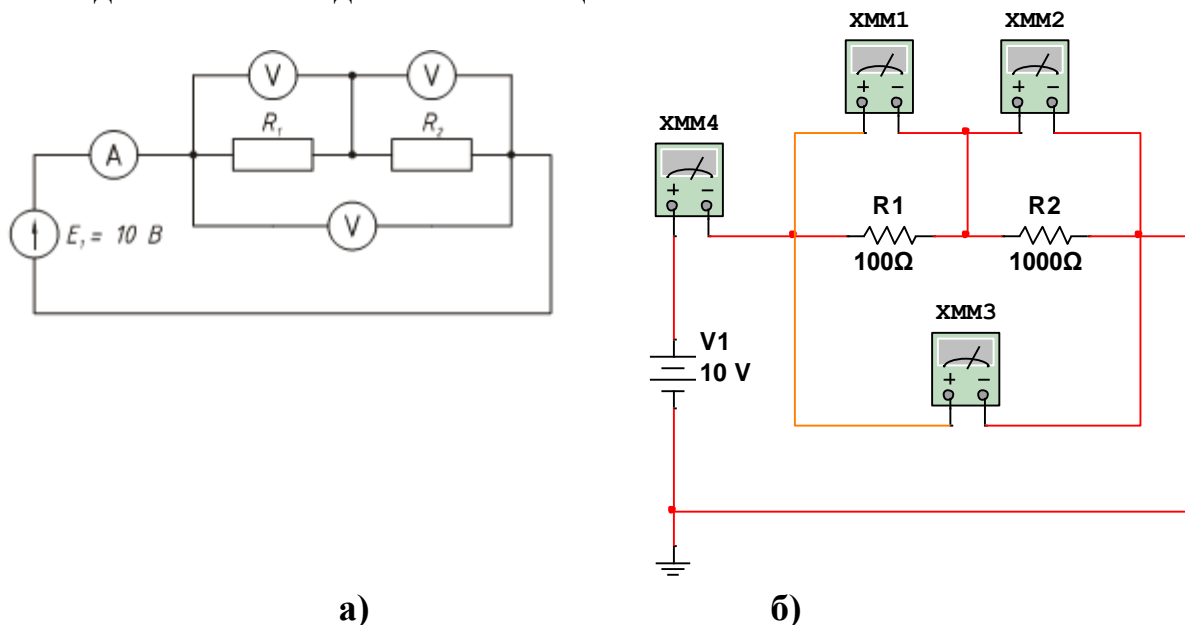

Рис. 1-1
11. Занесите результаты измерений и исследуемую схему (рис. 1-1 а, б) в отчет.